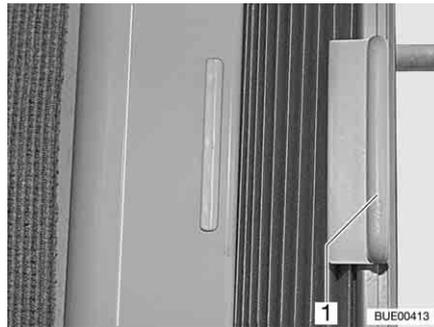

Fig. 38 Estor plegable
- Sujetar el estor plegable por el mango (Fig. 38,1) y correr hacia la izquierda o hacia la derecha.